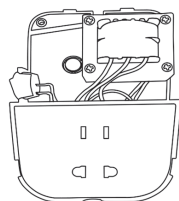

Fig. 2
- 2** Praticare 4 fori di 6 mm di diametro e 35 mm di profondità sulla parete, quindi inserire i tasselli in plastica nei fori secondo la fig. 2 e fissare il supporto murale alla parete con le 4 viti in dotazione.
- 2** Tirare il cavo attraverso il foro mostrato nella fig. 2 (sono disponibili tre fori per il cablaggio diretto).